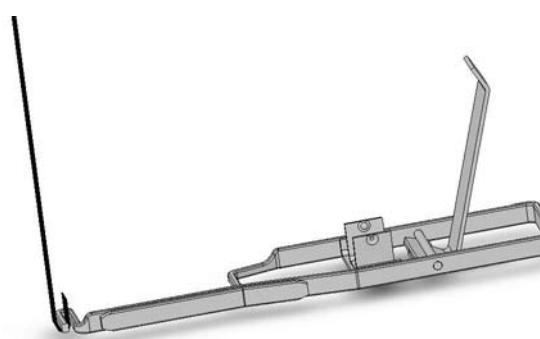

Fig. 2
- Wrap abrasive strip around the front of the instrument as shown in fig. 2. Make sure that the exposed 3.5 mm portion is still correctly positioned.
- Tirez le strip à séparer au-delà et contre la face antérieure de l'instrument comme indiqué sur la figure 2. Assurez-vous que le segment débordant vers le haut reste correctement positionné.